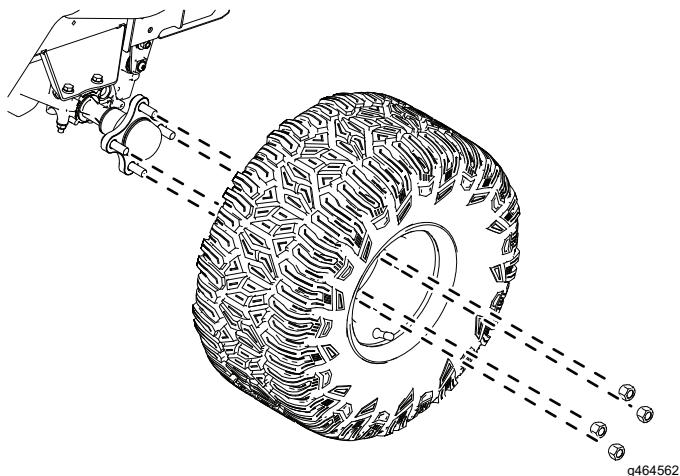

Figura 4
10. Rimuovete gli pneumatici posteriori come mostrato nella Figura 4.